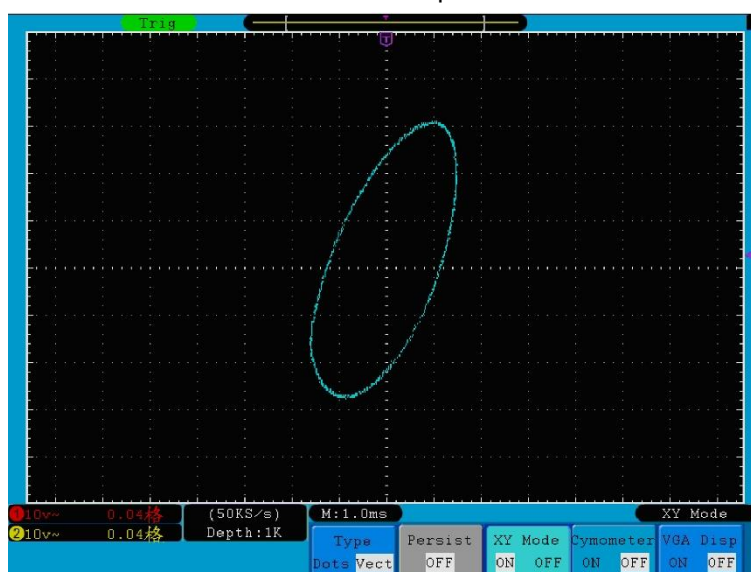

Fig. 45 Modo de lectura XY
2. Pulse **H3** para poner **XY Mode** en **ON**. El formato de pantalla cambiará al **XY Mode** (observe **fig. 45**).